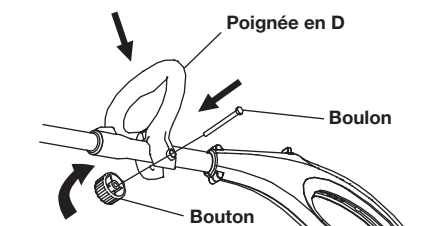

Fig. 4
- Rabaissez la poignée en D sur la section supérieure du manche (Fig. 4). Vous devrez forcer. L'orifice du boulon hexagonal de la poignée doit se trouver du côté gauche.
- Insérez le boulon de la poignée dans l'orifice hexagonal de la poignée et enfoncez-le (Fig. 4). Vissez le bouton sur le boulon. Ne serrez pas complètement le bouton.